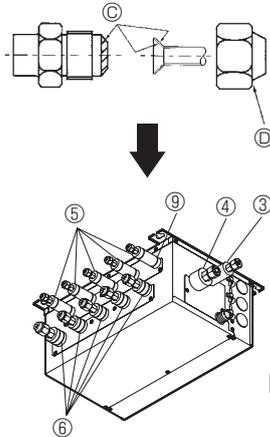

Fig. 7-2
- ⓐ Geçme yuvasının tüm yüzeyine soğutucu yağı (Fig. 7-2) sürün.